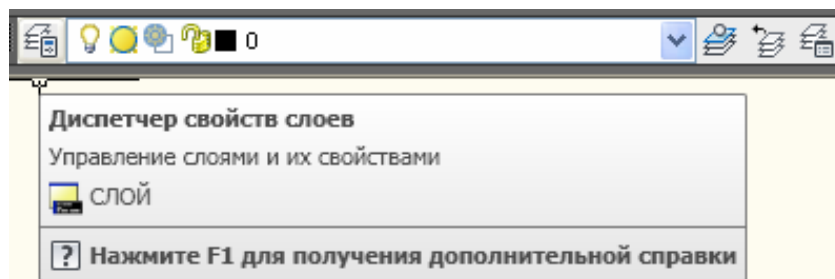

Рис.2.1. Панель Слои
1. Викликати діалогове вікно **Диспетчер свойств слоев**, рис. 2.1., обравши піктограму  у панелі **Слой**, рис. 2.1.